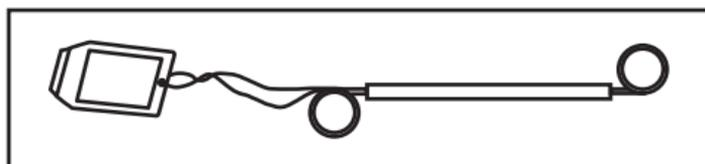

Figure 1a. Stent avec redresseur de boucle et suture de mise en place
4. Assembler le système de stent. Vérifier le montage. Voir la figure 1a-4 pour l'assemblage des composants et du stent.